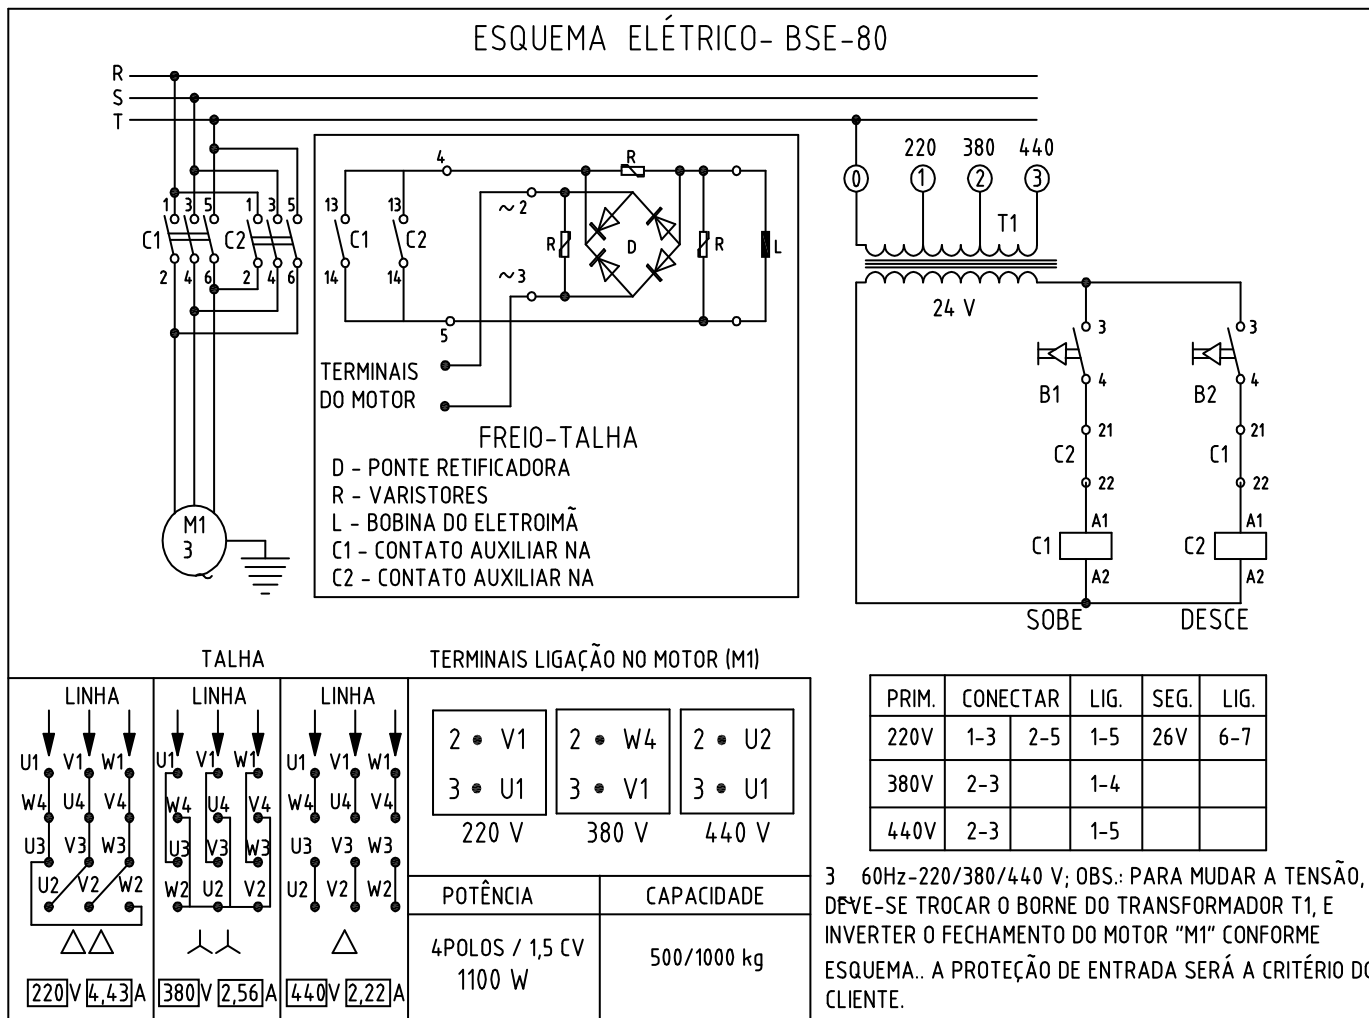

Fig. 1
3.3- Antes de conectar o cabo de alimentação da talha **BSE-80** à rede elétrica confirmar se a tensão indicada na placa de identificação da talha corresponde à tensão de alimentação, as conexões devem ser efetuadas conforme esquemas elétricos mostrados nas fig. 1 e 2.